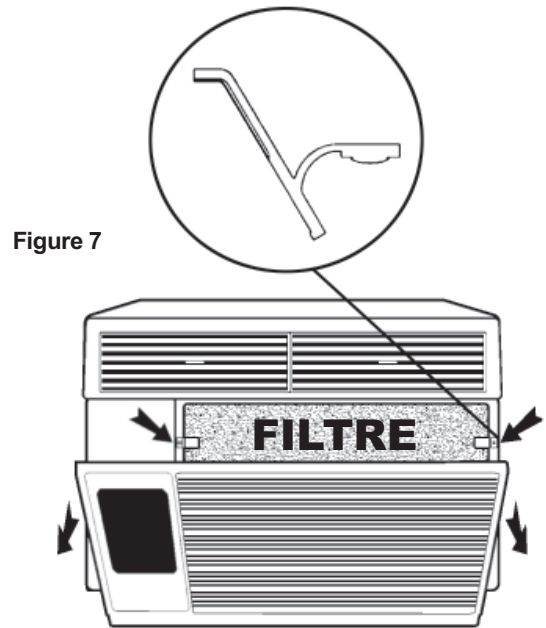

Figure 7
Ouvrez la grille de reprise (GR) en l'agrippant par les rebords extérieurs supérieurs et en la tirant vers vous (voir la figure 7). La GR restera ouverte jusqu'à ce qu'elle soit enlevée ou fermée (il est plus facile de complètement enlever la grille avant de la fermer). Pour enlever la GR, agrippez-la par le fond et tirez vers vous.
Le filtre est tenu en place par deux pinces à ressort (voir la figure 7). Poussez les pinces vers le bas, agrippez le filtre et tirez vers vous pour le retirer et le nettoyer. Nettoyez avec de l'eau tempérée et un détergent doux, rincez et séchez complètement et replacez. Faites attention lorsque vous retirez le filtre. La surface du serpentin peut être coupante.